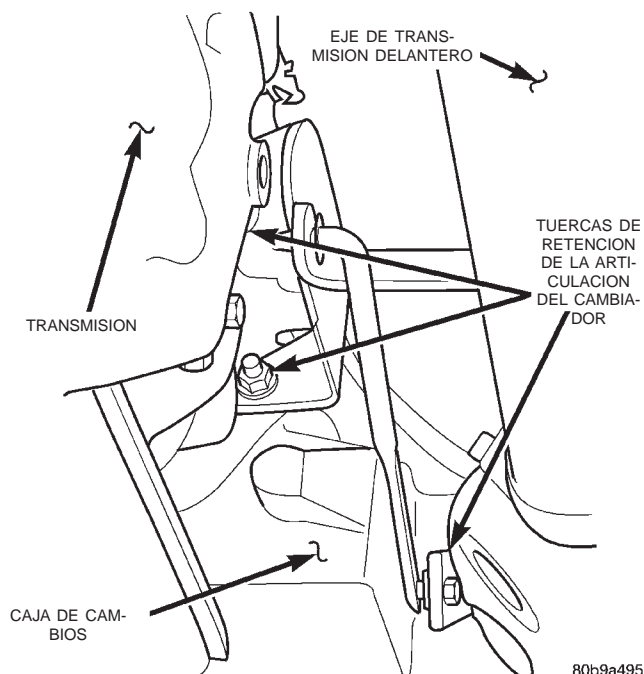

Fig. 21 Articulación de la caja de cambios — 4x4
(37) Retire las (3) tuercas de retención de la articulación de la caja de cambios y emplace la articulación a un lado (Fig. 21).
(38) Desconecte los conectores eléctricos y la manguera de respiradero de la caja de cambios y la transmisión.
(39) Apoye la parte trasera de la transmisión en un gato.